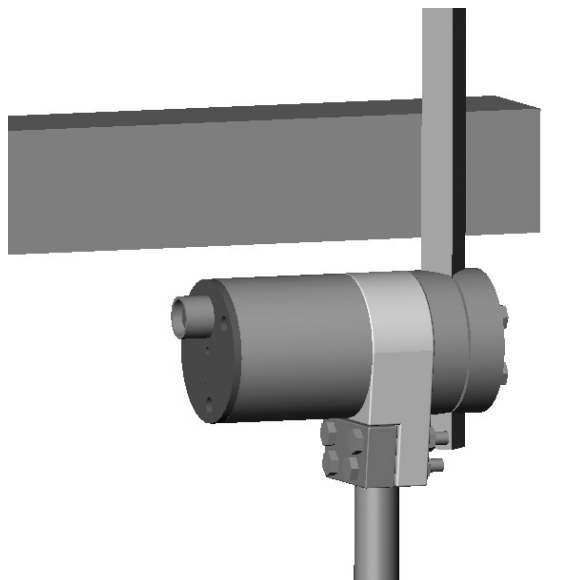

Figura 3 – Fissaggio del sensore sotto il braccio delle pale di raschiamento
- Il corpo del sensore può essere montato al di sotto (Figura 3) o al di sopra (Figura 4) del braccio delle pale di raschiamento. In entrambi i casi il corpo deve trovarsi il più lontano possibile dalla mescolazione in modo da mantenerlo pulito in misura ragionevole e da minimizzarne l'usura.